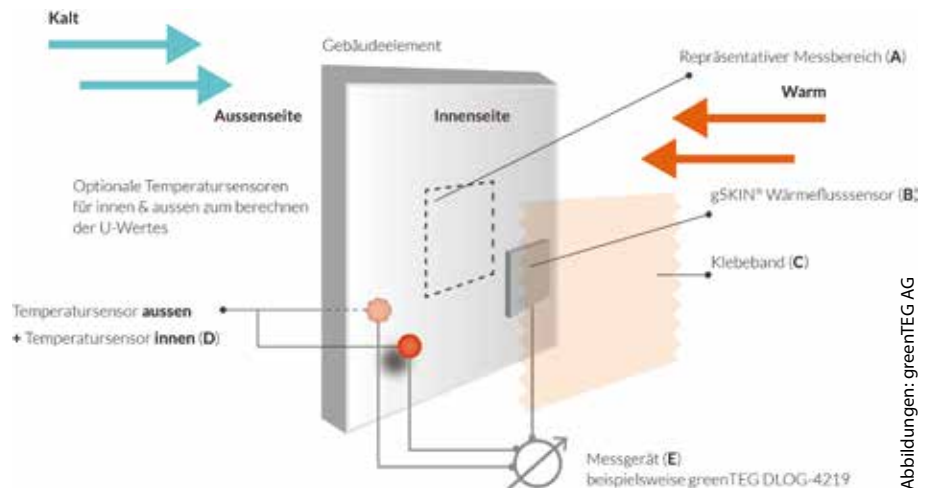

Abbildung 1: Aufbau einer wärmeflussbasierten U-Wert-Messung
Mithilfe eines U-Wert-Messgeräts kann auf invasive Probebohrungen und Unsicherheiten bei Schätzungen verzichtet werden. Ein U-Wert Messgerät (siehe Abbildung 1), bestehend aus einem hochsensiblen Wärmeflussensor (B), zwei Temperaturfühlern für den Innen- und Aussenbereich (D) und einem Datenlogger (E), kann schon bei Temperaturunterschieden von 5 Grad Celsius zu Messwerten führen, die für die weitere seriöse Planung unverzichtbar sind. Die zugrunde liegende Wärmeflussmessmethode ist